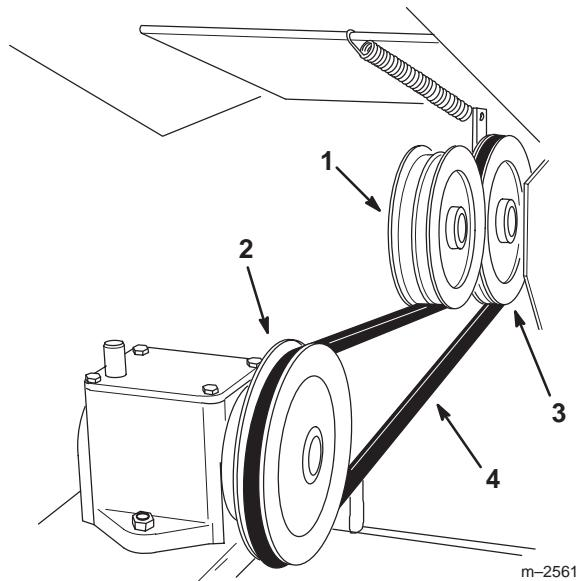

Figure 28
2. Soulevez la poulie folle et installez la courroie d' entraînement sur la poulie de sortie du groupe de déplacement et la poulie d' entrée du boîtier d' engrenages (Fig. 28).
3. Relâchez la poulie folle pour lui permettre de revenir en haut de la courroie d' entraînement (Fig. 28).